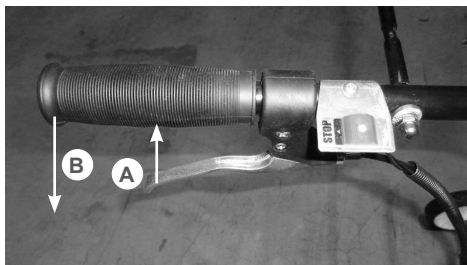

Рис. 13 Рычаг газа
- 6.левой рукой нажмите и удерживайте рычаг газа в нажатом состоянии А (Рис. 13). Одновременно нажмите на рукоятку управления вниз В (Рис. 13) для того, чтобы фрезы мотокультиватора приподнялись над землей.